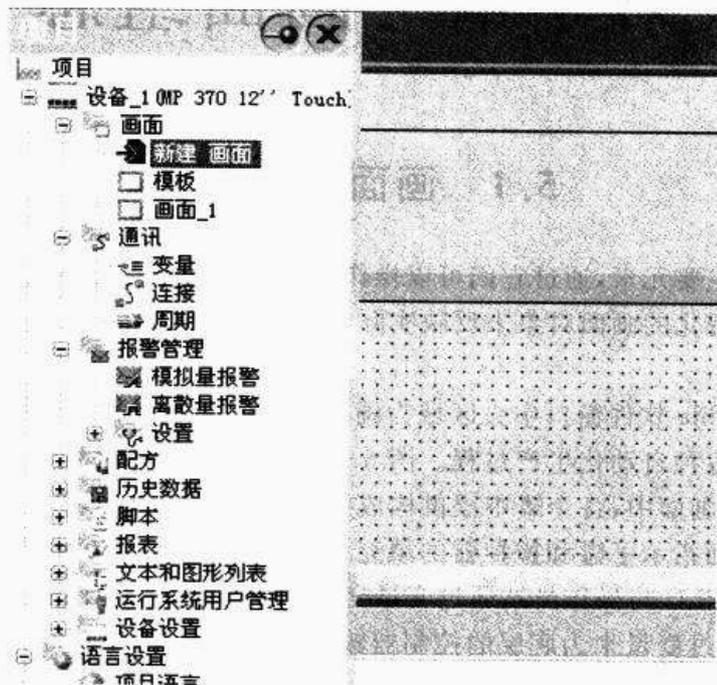

图 5-2 新建画面方法一
① 在打开的项目窗口中,从左侧的“项目视图”中选择“画面”组。双击列表中的“新建画面”按钮(如图 5-2 所示),画面在项目生成并出现在项目窗口中间的工作区域。